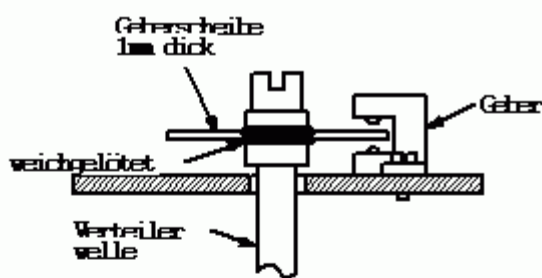

Abb. 1: Gehärscheibe auf Verteilerwelle gelötet
2.) Die Unterbrecherscheibe wird aus 1 mm dicken Stahl - oder Messingblech angefertigt. Der Außendurchmesser der Scheibe ergibt sich aus der Befestigungsmöglichkeit des Gebers. Die Bohrung in der Unterbrecherscheibe wird genau der Form der Unterbrechernockenwelle angepasst, und anschließend weich aufgelötet.(Abb.1) Die Scheibe kann bei entsprechenden Platzverhältnissen auch als Drehteil angefertigt, und mit Madenschrauben auf der Welle gesichert werden.(Abb.5) Es ist unbedingt darauf zu achten, das die Scheibe sauber rund läuft und nicht am Geber streift. Zur Anbringung der Ausschnitte wird der Geber an seine endgültige Stelle montiert. Dann wird der Motor von Hand bis zur Markierung des Zündzeitpunktes gedreht. An dieser Stelle wird die Unterbrecherscheibe neben dem Geber angezeichnet. Von diesem Anriss aus wird 5mm in Richtung Gebermitte ein zweiter Anriss angebracht, und von da aus alle weiteren Ausschnitte angezeichnet und anschließend herausgearbeitet. Bei entsprechender Größe der Scheibe genügen auch Bohrungen. Die Übereinstimmung mit den Kontakten in der Verteilerkappe muss unbedingt beachtet werden.